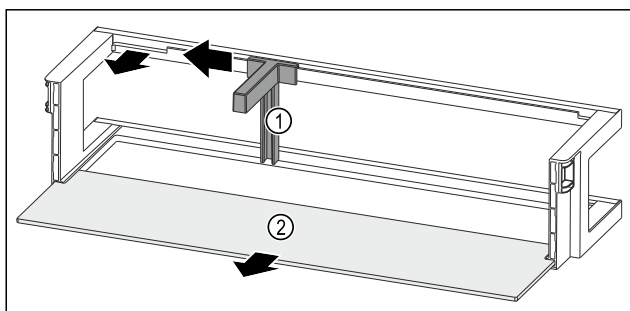

Fig. 196 Polica u vratima s držačem boca i policom za odlaganje
- Držač za boce Fig. 196 (1) pogurnite do otvora na stranu.
- Izvadite držač za boce Fig. 196 (1).
- Izvadite policu Fig. 196 (2).